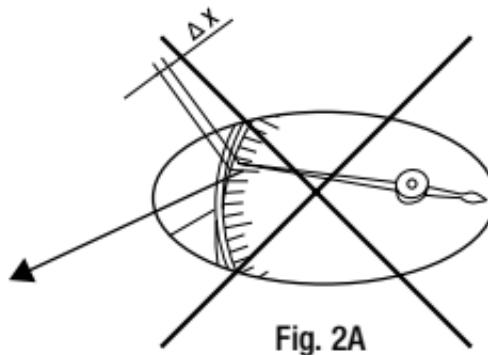
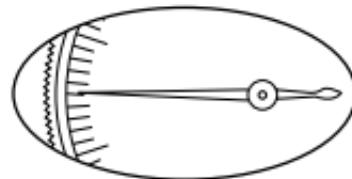

Fig. 2A
Fig. 2B
Errore di parallasse: Misurare con attenzione per evitare l'errore di parallasse (Δx). Questo errore si verifica quando il punto di osservazione non è perpendicolare al display (fig. 2A). Effettuare la rilevazione perpendicolarmente al quadrante (3) (fig. 2B).